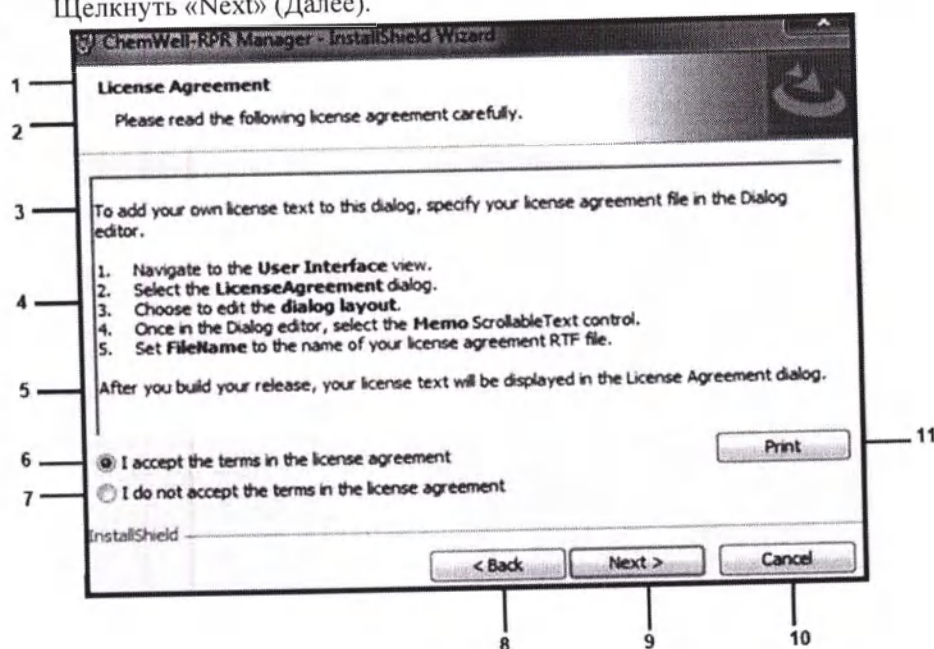

Рисунок 6. Лицензионное соглашение.
- 1) Ознакомиться с лицензионным соглашением и выбрать «I accept the terms in the license agreement» (Я принимаю условия лицензионного соглашения) (Рисунок 6);